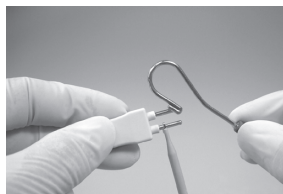

Рис. 10
- 3) Совместите загубник с другим электродом (Рис. 10).